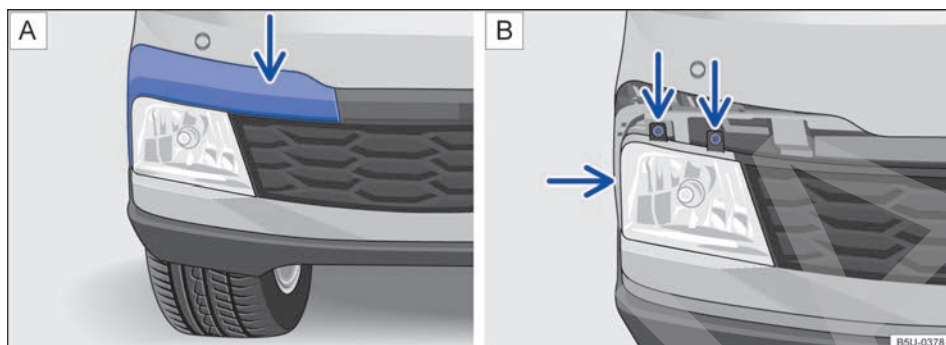

Fig. 150 En el paragolpes delantero: **A** desinstalar la moldura del farol de neblina y **B** retirar los tornillos del farol de neblina.
2. Desencajar la moldura, con cuidado → , primero del lugar indicado por la flecha → fig. 150 **A**. Desmontar completamente para acceder a los tornillos del farol de neblina.
3. Retirar los tornillos de fijación indicados por las flechas → fig. 150 **B**.